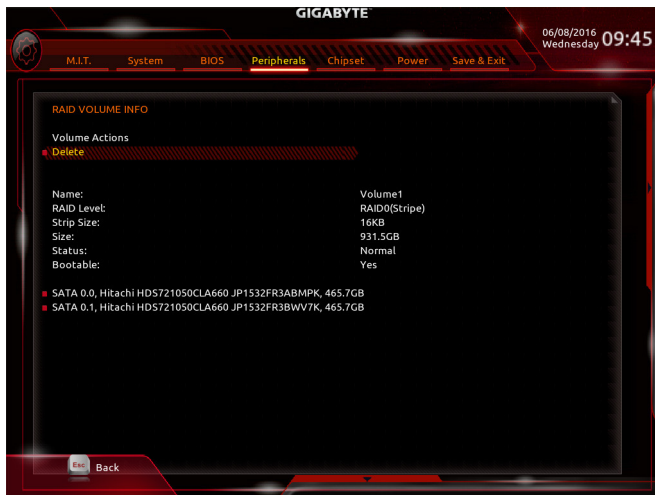

図 4
完了すると、Intel(R) Rapid Storage Technology 画面に戻ります。RAID Volumes に新しい RAID ボリュームが表示されます。詳細情報を見るには、ボリューム上で <Enter> を押して RAID レベルの情報、ストライプブロックサイズ、アレイ名、アレイ容量などを確認します (図 4)。